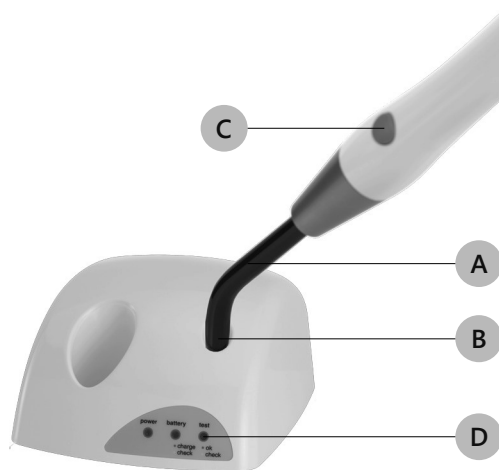

Figure 8 – Mesurage de l'Intensité Lumineuse
1. Poser la fibre optique (Figure 8 à page 18 - Réf. A) sur un plan, sans appuyer, directement sur la surface du capteur d'intensité (Figure 8 à page 18 - Réf. B);
2. Brancher la lampe en appuyant sur la touche on/off (Figure 8 à page 18 - Réf. C).